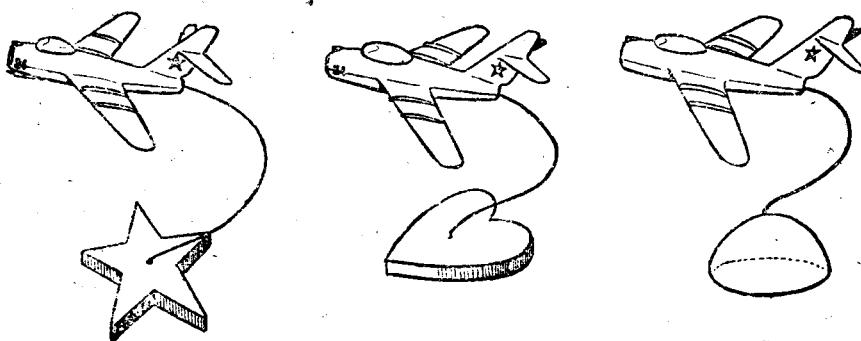

图 28
8. 起落架可用小木輪、細木条和竹針来制作。或者不做起落架，只做一个支架，如图 28。把模型插在支架上，好象飞机正要飞向空中一样。支架是由一个底座和一根弯曲的鋼絲做成的。底座可做成各种形状，如五角星、鷄心、圓形、地球形等，式样完全可以自己設計制作，不过底座的面积不要太小，重量是越重越好，因为面积大了，重量重了，整个模型的重心位置就比較低，稳度大，飞机模型装上去才不会倒下来。